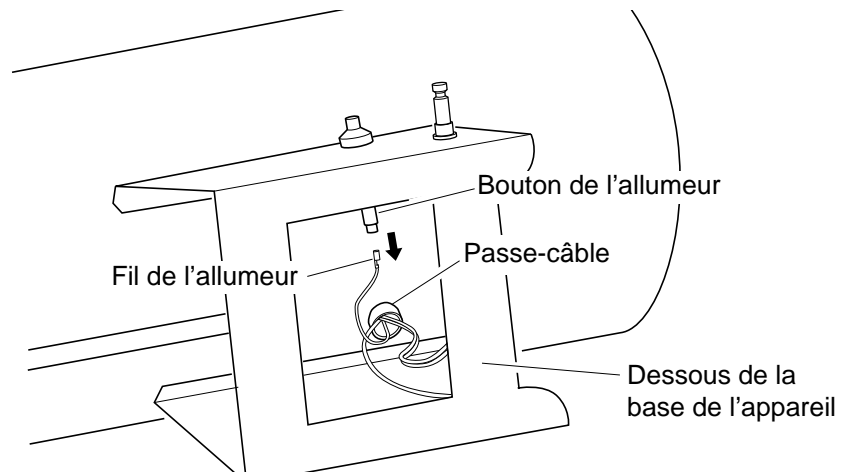

Figure 11- Débranchement du fil du bouton de l'allumeur
2. Débrancher le fil noir du bouton de l'allumage. Le fil est accessible par le dessous de la base de l'appareil (voir la figure 11). Pousser le fil vers le haut au travers du passe-câble du corps de l'appareil.